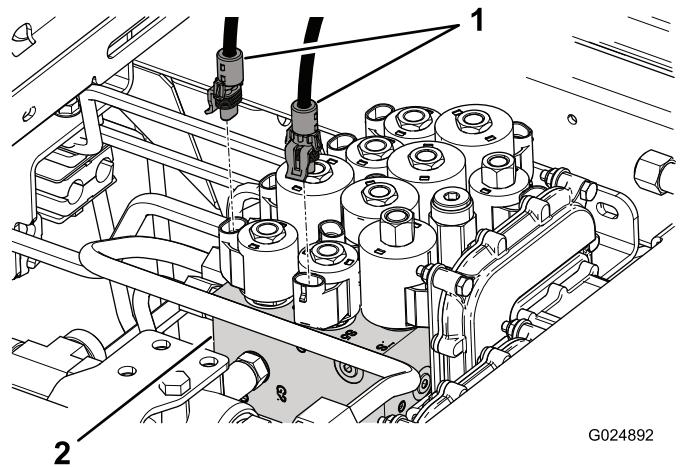

Figura 9
2. Scollegate il connettore elettrico dal solenoide S5 sul collettore di sollevamento (Figura 9) e collegatelo al connettore sul cablaggio di blocco del piatto di taglio indicato come S5 HARNESS (cablaggio S5).
3. Collegate il connettore sul cablaggio di blocco del piatto di taglio indicato come S5 SOLENOID (solenoide S5) al solenoide S5 sul collettore di sollevamento (Figura 9).
4. Scollegate il connettore elettrico dal solenoide S6 sul collettore di sollevamento (Figura 9) e collegatelo al connettore sul cablaggio di blocco del piatto di taglio indicato come S6 harness (cablaggio S6).